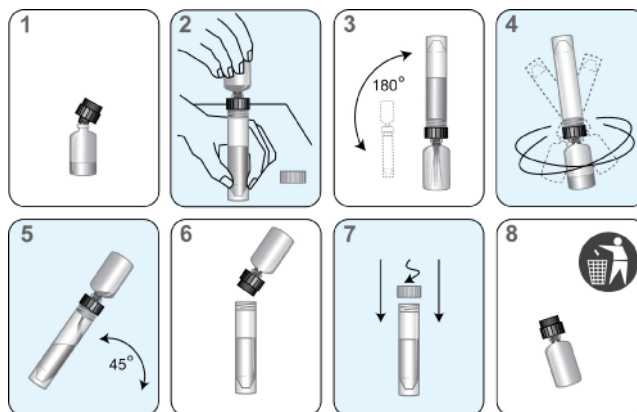

Figure 5. Procédure de reconstitution des réactifs
- ii. Insérez fermement l'extrémité à encoche du collet de reconstitution (noir) dans le flacon (Figure 5, étape 1).
- iv. Placez le flacon de solution de reconstitution sur une surface stable (p. ex. une paillasse). Retournez ensuite le flacon de réactif lyophilisé au-dessus du flacon de solution de reconstitution et attachez le collet solidement au flacon de la solution de reconstitution (Figure 5, étape 2).
- v. Retournez lentement les flacons assemblés (flacon attaché au flacon de solution) pour que la solution puisse s'écouler dans le flacon en verre (Figure 5, étape 3).
- vi. Soulevez les flacons assemblés et faites-les tourner pendant au moins 10 secondes (Figure 5, étape 4).
- c. Inclinez lentement les flacons assemblés pour permettre à la totalité de la solution de s'écouler de nouveau dans le flacon de solution de reconstitution (Figure 5, étape 5).
- d. Retirez délicatement le flacon en verre et collier de reconstitution (Figure 5, étape 6).
- e. Rebouchez la bouteille. Inscrivez les initiales de l'opérateur ainsi que la date de reconstitution sur l'étiquette (Figure 5, étape 7).
- f. Retirez délicatement le flacon en verre et collier de reconstitution (Figure 5, étape 8).